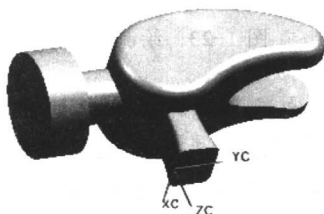

图 1-28 实体
(8) 利用“曲面”→“已扫掠”生成扫描实体，分别以圆弧 1、2 为引导线，以矩形框为剖面，生成的实体与锤头做求和布尔运算，如图 1-27 所示。实体结果如图 1-28 所示。